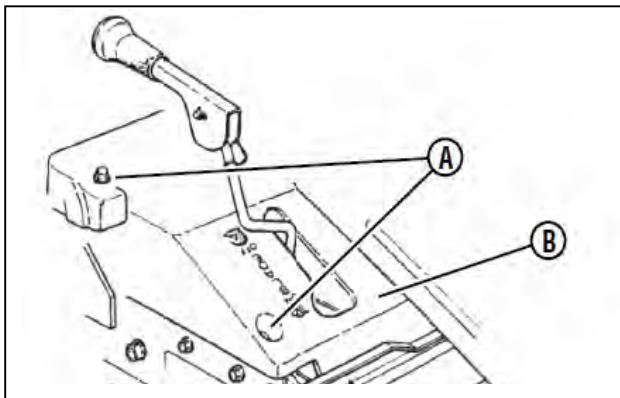

図7-3 ベルトカバーの取り外し
2. ベルトカバー(B)の左右に2本ずつある4本のセルフタッピングスクリュー(図7-3のA)を外します。